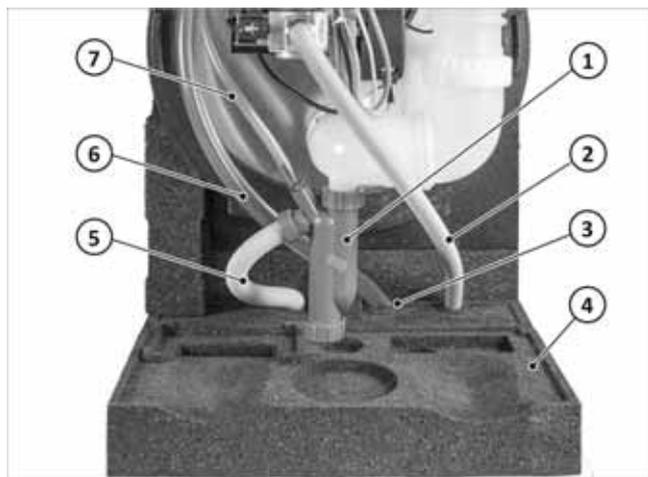
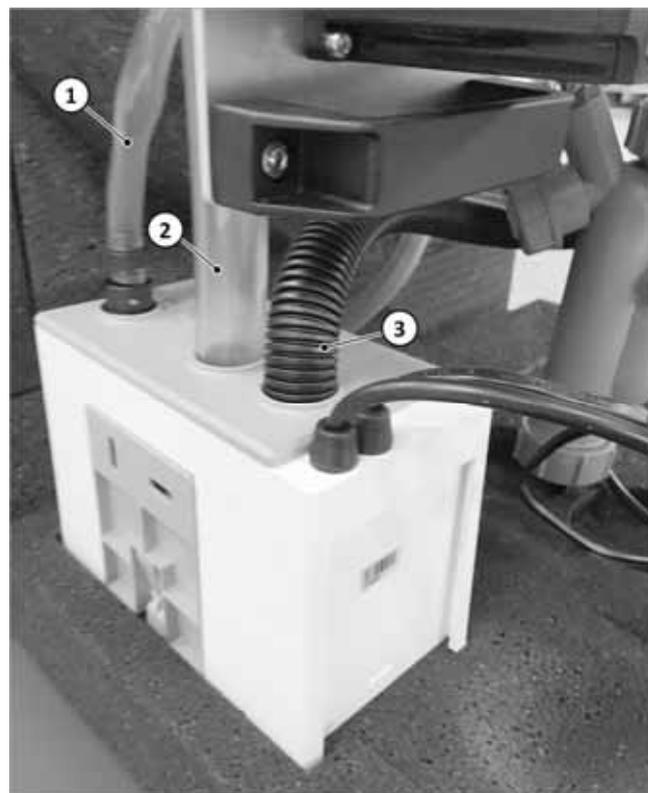

Fig. 84: Tubazioni di alimentazione e spillamento senza pompa della condensa
Fig. 85: Pompa della condensa collegata
2. In base all'impianto, prolungare il tubo flessibile come indicato in → fig. 84, pag. 35 verso la parte posteriore in uno scarico attraverso il passaggio del pavimento oppure nella pompa della condensa (da ordinare separatamente) come indicato in → fig. 85, pag. 35.